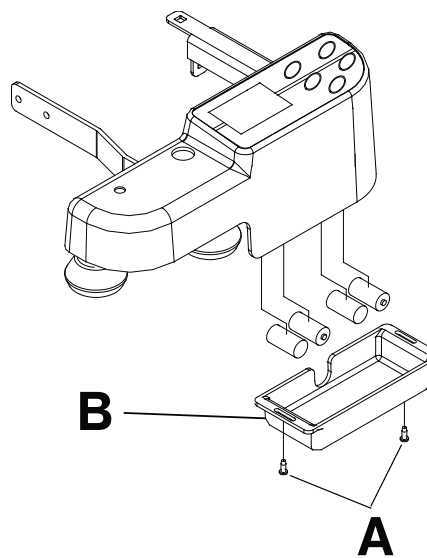

图 9 – 电池更换
1. 用 2 号十字螺丝刀，拆下将电池盖 (B) 固定到外壳上的两个螺钉 (A) (图 9)。保留电池盖。拆下并处置电池。